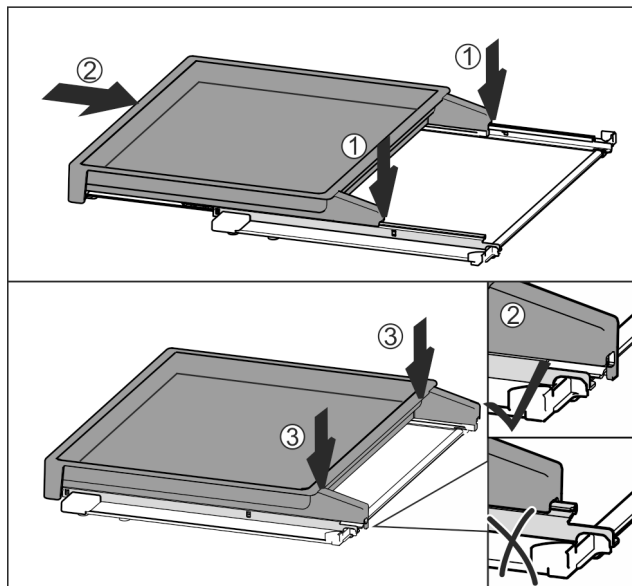

Fig. 41
- ▶ Umieścić centralnie na szynach Fig. 41 (1).
- ▶ Wsunąć całkowicie wysuwaną półkę Fig. 41 (2).
- ▶ Docisnąć z tyłu, aż do słyszalnego zatrzaśnięcia Fig. 41 (3).